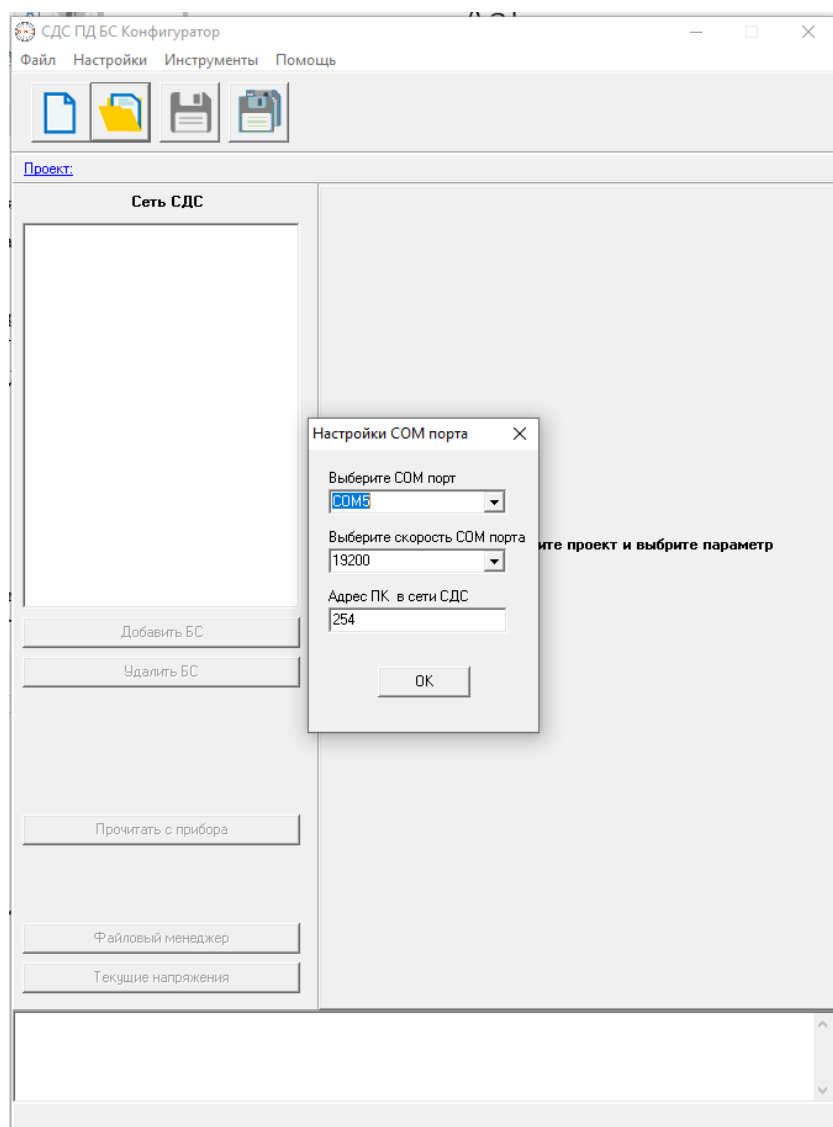

Рис.1.3
1.4 В диспетчере устройств Windows посмотреть на какой COM операционная система назначила подключенный СДС-ПД. В программе Конфигуратор выбрать Настройки/Настройки COM порта рис.1.3. Выбрать необходимый номер COM порта.